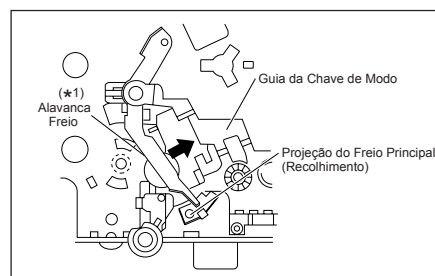

Fig. 2-2-20b
- (5) Ao instalar o freio principal (recolhimento), deslize a alavanca de freio na direção indicada pela seta para impedi-la de bater na proteção do freio principal (recolhimento). (Veja Fig.2-2-20b.)